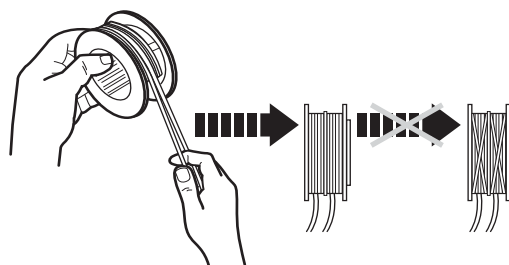

Fig. 32
- > Enroulez fermement les deux moitiés de ligne autour du dévidoir, en tournant dans le sens des aiguilles d'une montre, chaque moitié dans un guide du dévidoir (Fig. 32).